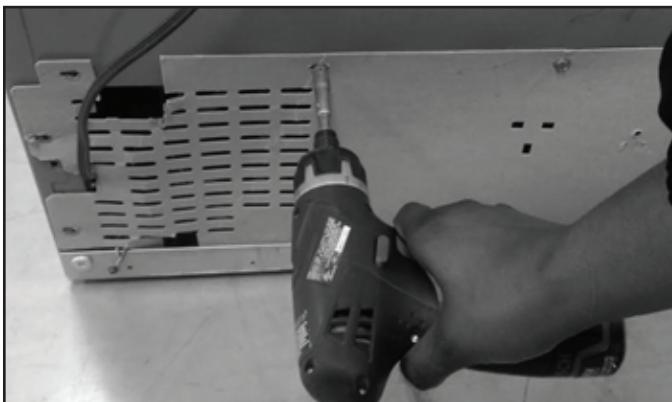

FIGURE 1
2. À l'aide d'un tourne-écrou de  $\frac{1}{4}$  po, retirer les vis fixant le couvercle du compartiment de la machine. Voir figure 1.